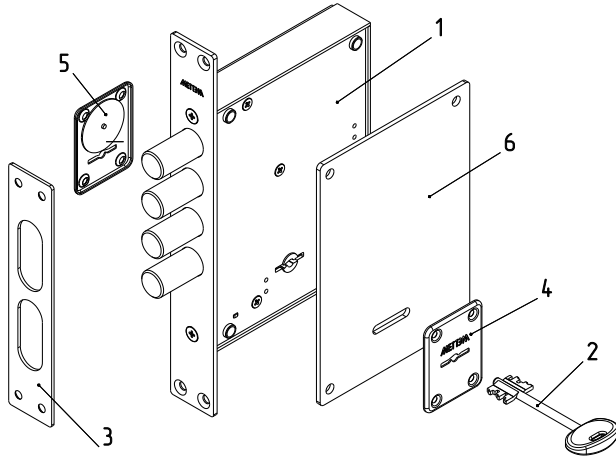

Рис.1
Комплектность замка приведена в таблице и показана на рис. 1.
4.1. Внешний вид и установочные размеры замка показаны на рис.1, 2.